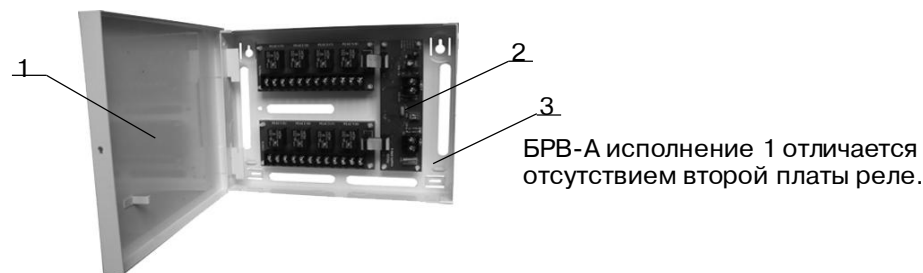

Рис. 93 Конструкция БРВ-А
Конструкция БРВ-А исполнение 2 приведена на рис. 93. Основными элементами БРВ-А являются: крышка (1), печатные платы (2), основание (3).